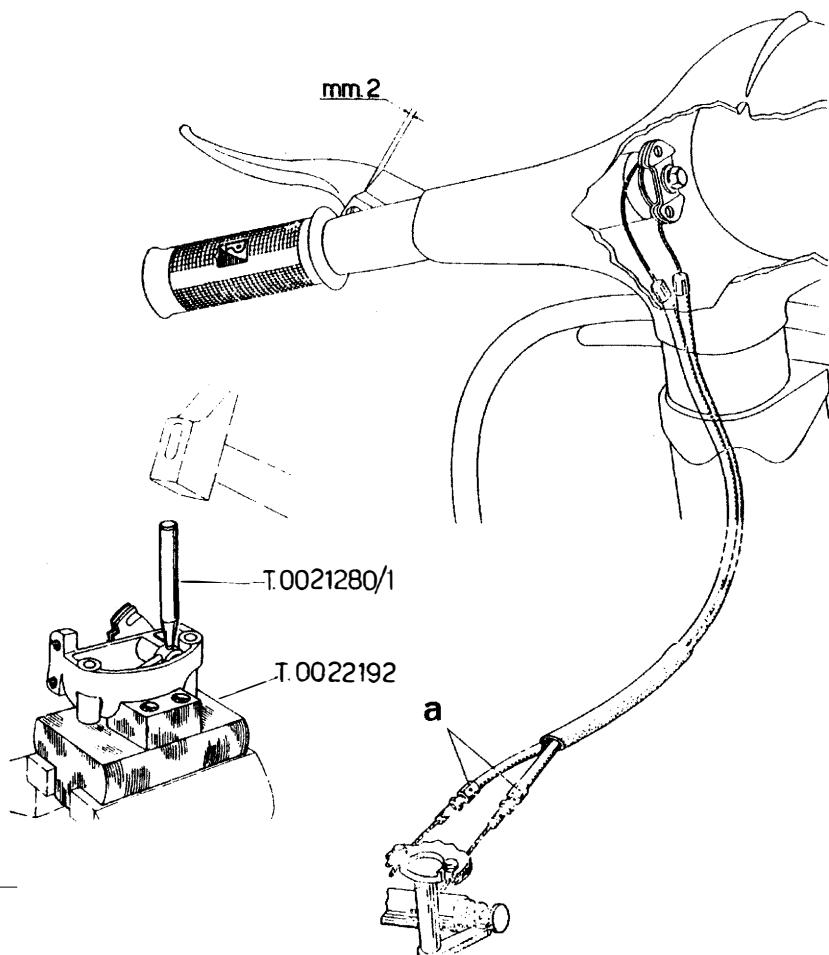

Fig. 32 - 33
- 2) Rivet the connecting pin as indicated in fig. 32.
- 2) Remachar el pasador como se indica en la fig. 32.